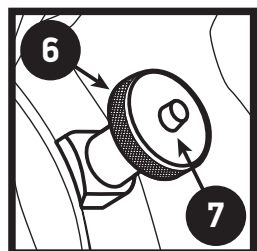

Figure 5
9. S'assurer que la tension de la bande abrasive est appropriée. Pour ce faire, lever la poignée de mise en tension (Figure 5). Vous entendrez un son mécanique alors que la clé de mise en tension se déplace. De façon générale, la tension de la bande est appropriée lorsque vous entendez de trois à huit sons. Pour diminuer ou relâcher la tension de la bande, soulever légèrement la poignée de mise en tension puis appuyer sur le bouton au centre de la poignée de mise en tension. Abaisser légèrement la poignée de mise en tension pour réduire la tension de la bande ou complètement en bas pour relâcher la tension de la bande.